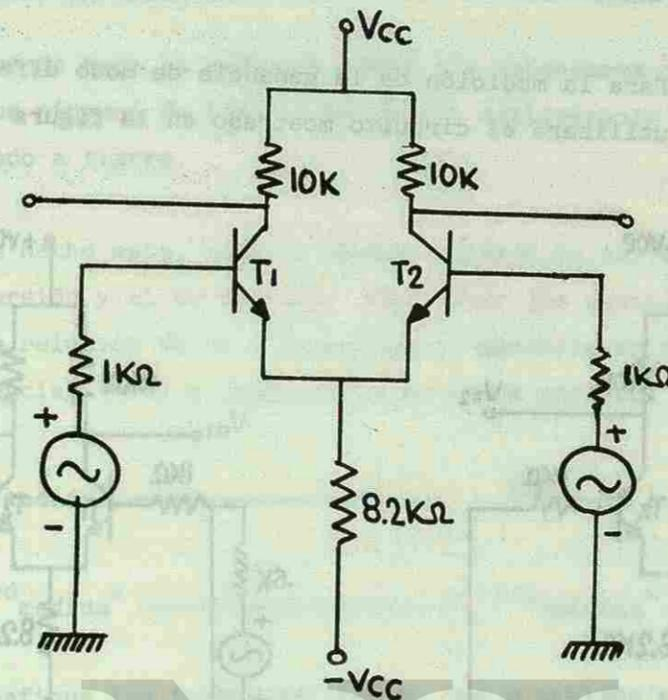

FIGURA No. 1
- Implemente el circuito de la figura No. 1 en un Protoboard para la facilidad en las mediciones y para que no existan falsos contactos.